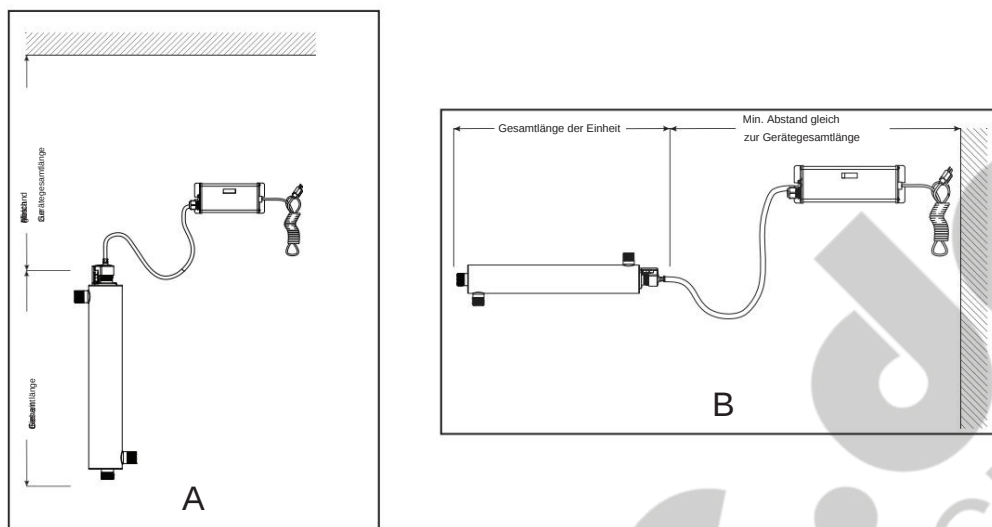

Abbildung 4 Installation - Vertikal und horizontal
2. Wählen Sie einen geeigneten Standort für das UV-System und die zugehörigen Komponenten. Da die Installation eines FI-Schutzschalters empfohlen wird, stellen Sie sicher, dass dies vor der Installation berücksichtigt wird. Das System kann entweder vertikal (Einlassöffnung unten) wie in Abbildung 4 A oder horizontal wie in Abbildung 4 B installiert werden. Die vertikale Installation ist jedoch die beste